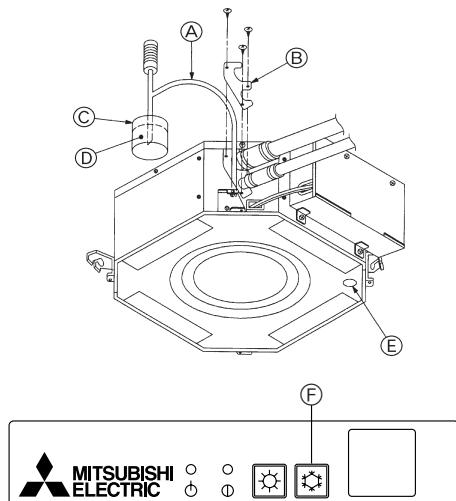

Fig. 10-4
10.5.1. Voor de draadloze afstandsbediening (Fig. 10-4)